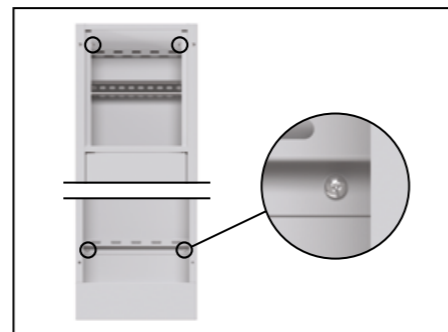

Рис. 47
- 4.3. Прикрепить короб КСС (3.1) к стене при помощи дюбелей (рис. 47).